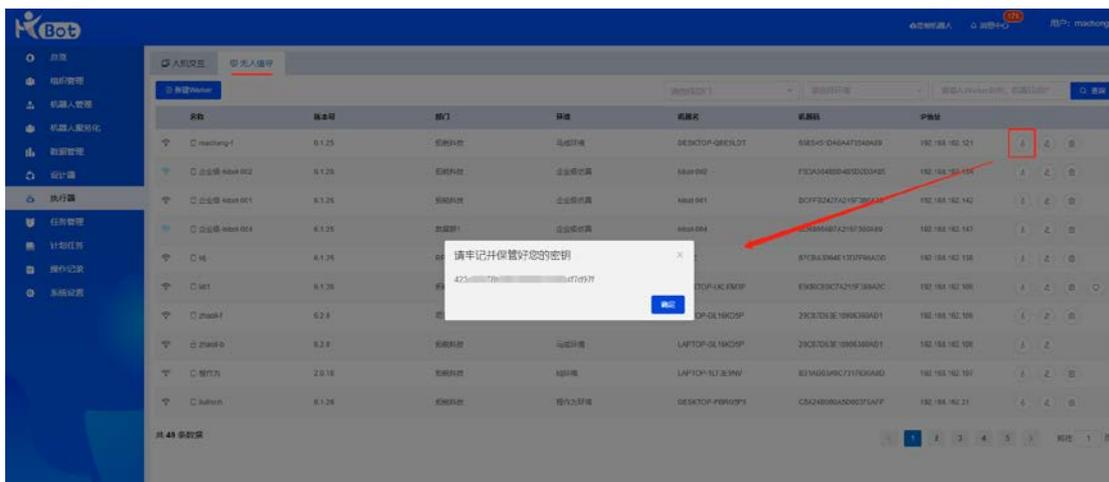
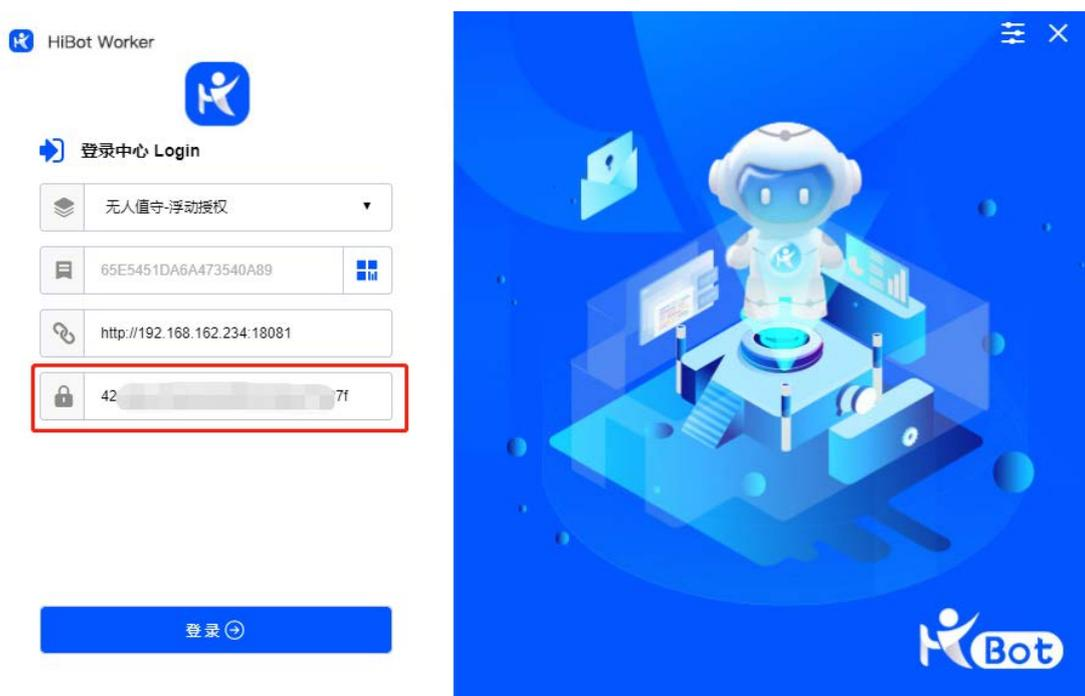

图 54
图 55
- **获取密钥:** 根据所选无人值守 Worker 的授权类型，获取响应的密钥。用于无人值守 Worker 登录时进行校验，如图 54，图 55。